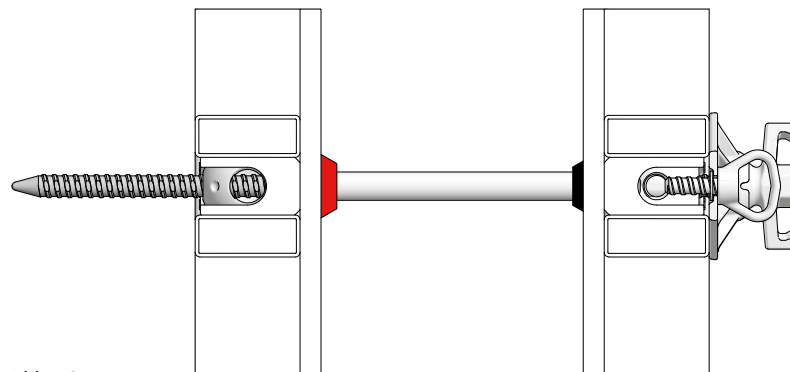

Abb. 16.1
- Einseitige Ankerung mit XT-Anker DW 20 und Rillenrohr (Abb. 16.1)